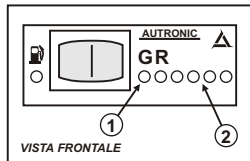

Fig.1
- Avviare il motore con il commutatore in posizione GAS (G-Fig.1)
--> Il led giallo lampeggia (1-Fig.1)
- Ruotare il trimmer (Fig.2) fino ad avere il led giallo sempre acceso (1-Fig.1)
- L'interruttore deve essere settato nella posizione a GAS (G-Fig.1)
- Portare l'interruttore nella posizione BENZINA (B-Fig.1) e poi portarlo nella posizione GAS (G-Fig.1)